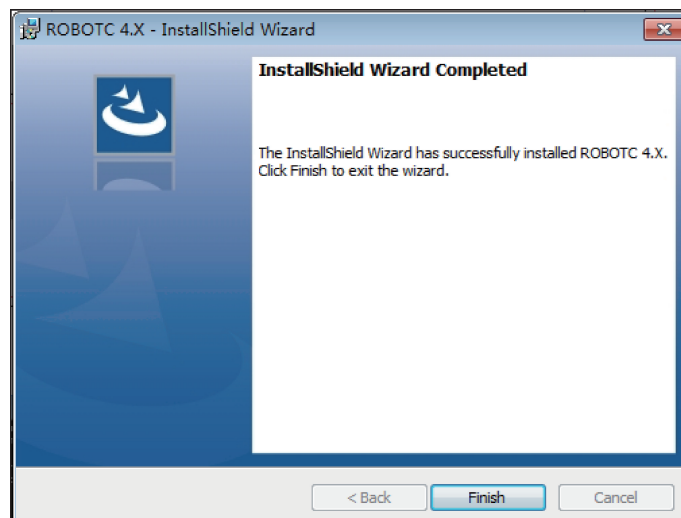

图 1-10
(8) 单击 Finish 按钮完成 ROBOTC 软件的全部安装，如图 1-10 所示。